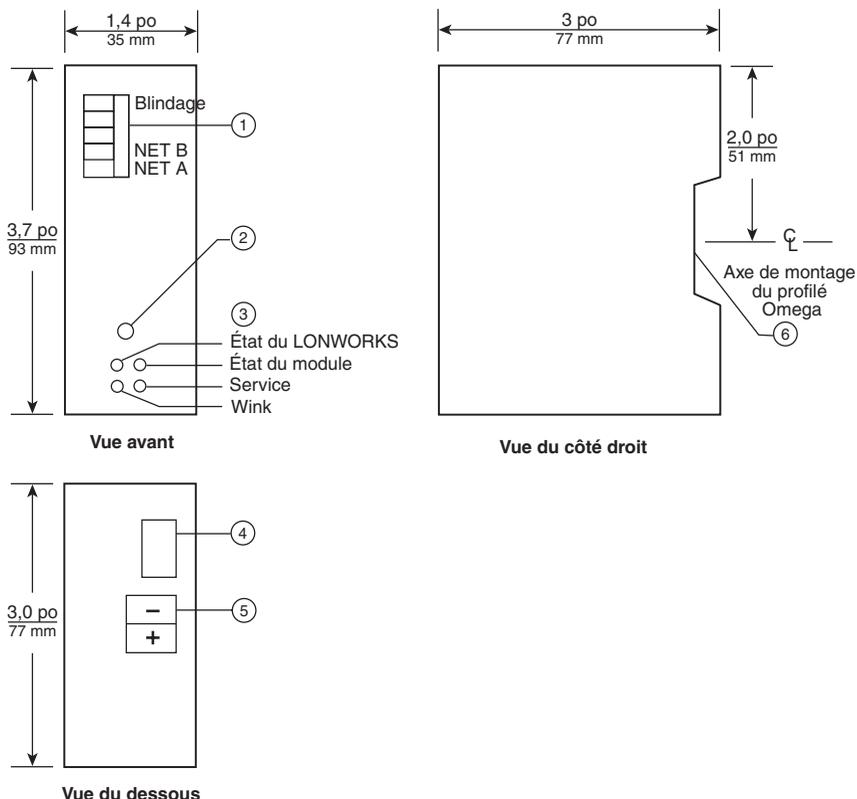

Figure 1 : Agencement du module LONWORKS
La figure 1 identifie l'agencement du module LONWORKS : le connecteur LONWORKS (1), la touche de service (2), les voyants à diode électroluminescente (DÉL) (3), le port femelle RJ45 du MODBUS (4), le connecteur d'alimentation (5) et l'emplacement du profilé Omega de 35-mm (6).
- Brancher le connecteur RJ-45 du câble du MODBUS au port MODBUS du module (voir la figure 1 à la page 106).
- Relier les deux conducteurs du câble du réseau LONWORKS aux bornes « NET A » et « NET B » du connecteur détachable du LONWORKS à l'avant du module (voir la figure 1 à la page 106). Les connexions sont insensibles à la polarité.